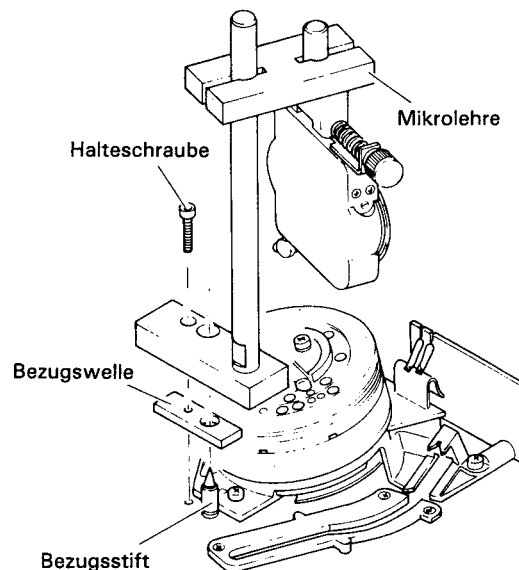

Abb. 1-5-2 Anbringen der Mikrolehre
- 3) Die Mikrolehre auf die Bezugswelle setzen, wie in Abb. 1-5-2 gezeigt. Mit einem (metrischen) Sechskantschlüssel die Halteschraube anziehen.